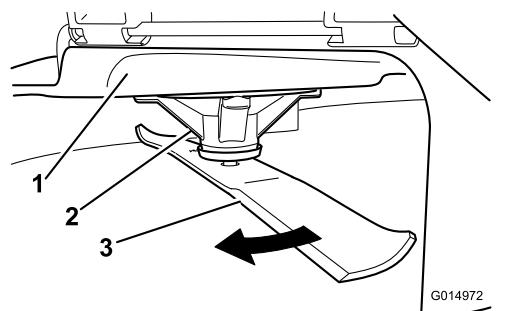

Figure 91
2. Enfilez des gants épais ou utilisez une autre protection adéquate pour les mains, et faites tourner la lame lentement jusqu'à une position permettant de mesurer la distance entre le tranchant et la surface plane sur laquelle se trouve la machine (Figure 91).